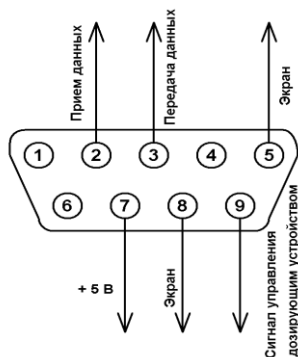

Рисунок 5. Коммутация разъема RS232
Разъем интерфейса RS232 приборов МП 60-1000 М(Д)ЖА-29/МЗ совмещен с сигналами управления дозирующим устройством. Номера и наименование контактов разъема прибора представлены рис. 5.
- Контакт 9- выходной сигнал управления дозированием (**CTRO_O**). См. рис.5